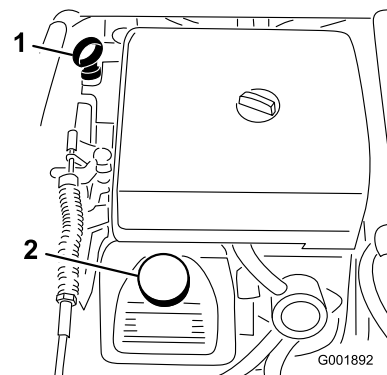

Figure 48
2. Retirez la jauge et essuyez-la sur un chiffon propre (Figure 48). Remettez la jauge dans le tube en vérifiant qu'elle est enfoncée au maximum. Sortez de nouveau la jauge et vérifiez le niveau d'huile.
3. Si le niveau est trop bas, enlevez le bouchon de remplissage du couvre-culasse (Figure 48) et versez la quantité d'huile nécessaire dans l'orifice pour faire monter le niveau jusqu'au repère maximum de la jauge. Versez l'huile lentement et vérifiez souvent le niveau durant la procédure. Ne remplissez pas excessivement.
8. Versez lentement environ 80% de la quantité d'huile spécifiée dans le goulot de remplissage (Figure 48).